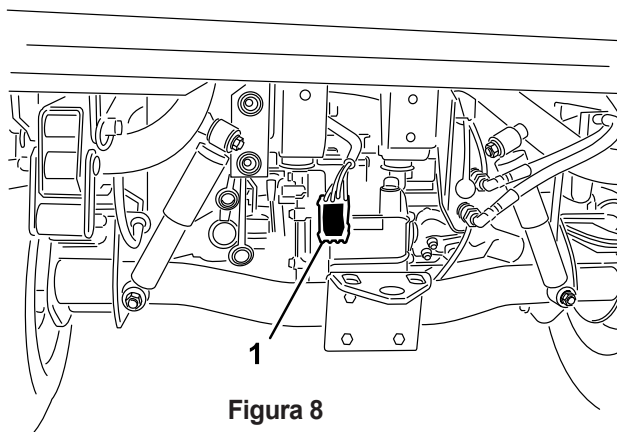

Figura 8
5. Encaminhe a cablagem para a parte traseira do veículo (Figura 8).